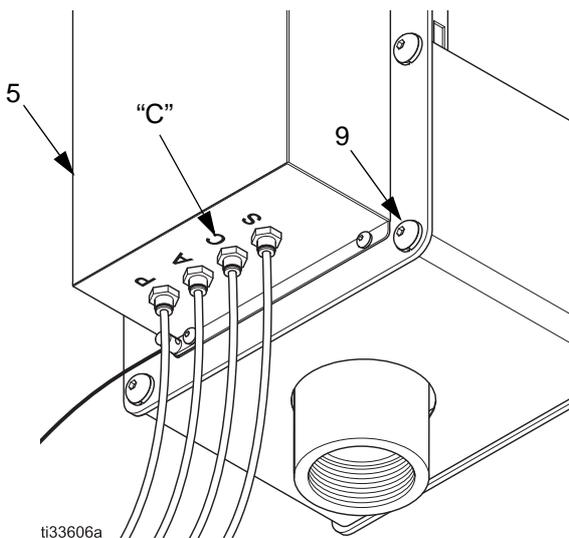
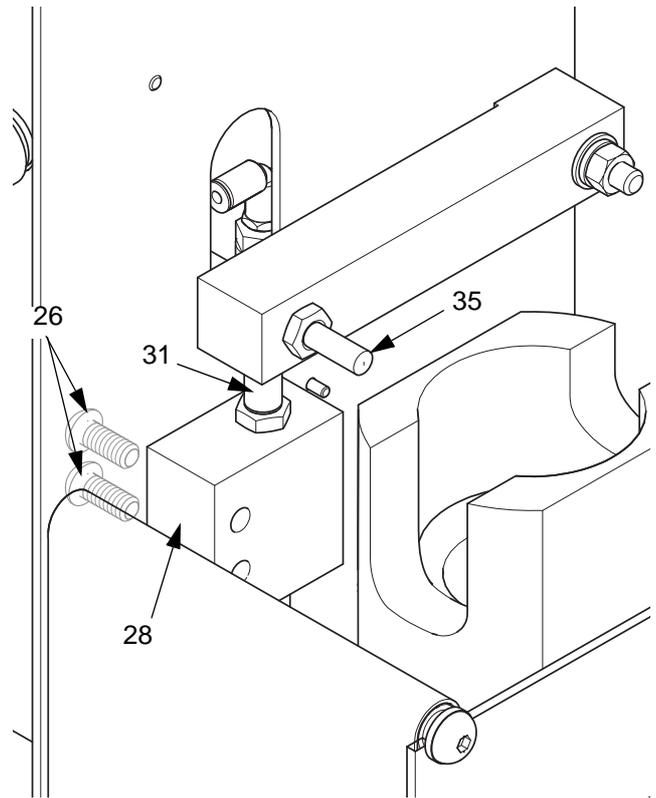

FIG. 9: Coperchio del Gun Flush Box e raccordi dell'aria
FIG. 10: Impostazione dell'altezza del grilletto
2. Rimuovere le quattro viti (9) che bloccano il coperchio (5) del Gun Flush Box. Consultare FIG. 9.
3. Forzare i grilletti del cilindro collegando l'aria alla porta C. Attivare l'aria per estendere i pulsanti dei cilindri (31) e (35).
4. Allentare entrambe le viti (26) sul lato della scatola che fissano il blocco cilindri (28). Consultare FIG. 10.
5. Sollevare il blocco cilindri (28) fino a quando lo spinotto (35) non apre completamente il grilletto. Consultare FIG. 10.
6. Serrare entrambe le viti (26) al punto desiderato per il blocco cilindri (28).